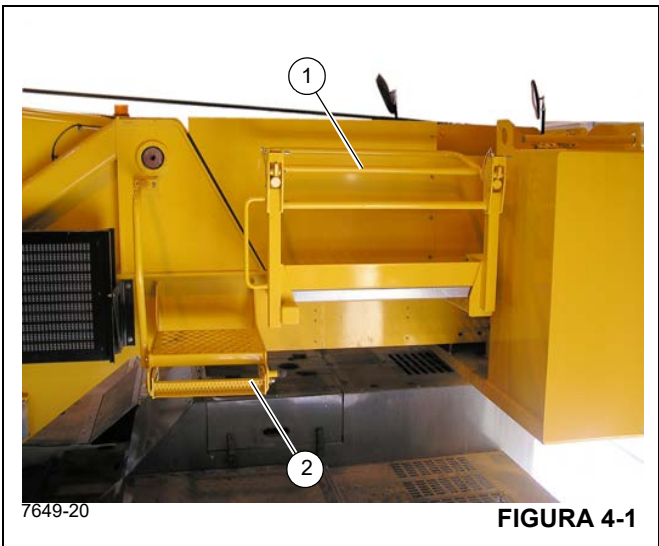
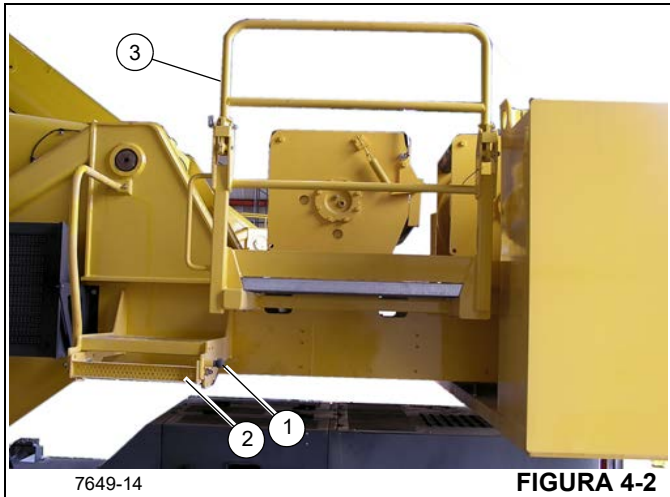

FIGURA 4-1
FIGURA 4-2
Configure a área de acesso ao guincho da posição de deslocamento (Figura 4-1) para a posição de trabalho (Figura 4-2).
1. Os trilhos (1) (Figura 4-1) estão na posição de fixação com pinos e para baixo.
2. Puxe para retirar o contrapino do degrau, deslize o degrau (2) na posição de deslocamento e solte o contrapino para prender o degrau na posição de deslocamento.
Coloque o corrimão (1) (Figura 4-2) e o degrau (2) da plataforma de acesso ao guincho (apenas unidades de contrapeso fixo) na configuração de trabalho:
1. Puxe para fora o contrapino do degrau (1) (Figura 4-2), deslize para fora o degrau (2) na posição de trabalho e solte o contrapino no furo de travamento.
2. Remova os dois contrapinos do corrimão (3) e gire-o para cima na posição de trabalho, instale novamente os pinos.
7. Volte a plataforma de acesso ao guincho para a configuração de deslocamento (Figura 4-1) ao terminar o trabalho nessa área.